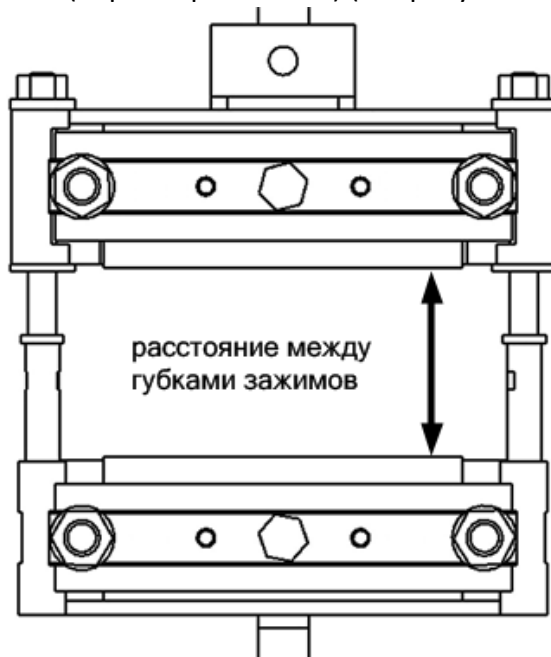

Рисунок 20 – Замер расстояния между губками зажимов
5.8.8 Замерить расстояние между верхними и нижними частями зажимов штангенциркулем и сравнить с показаниями машины (параметры L1 ... L3) (см. рисунок 20, страница 22).